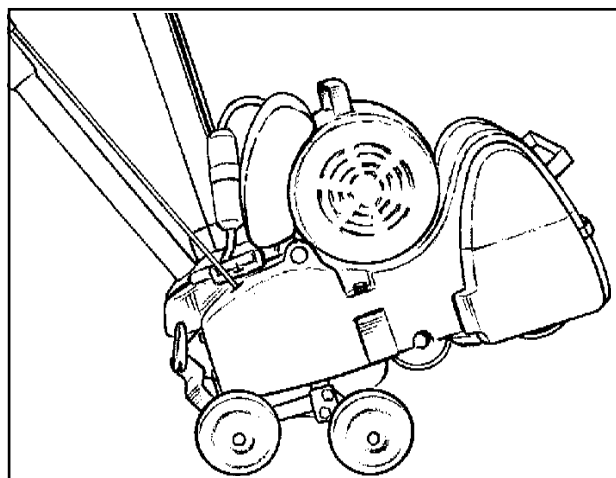

Figura 4
2. Sostenga el rodillo pulidor en su posición utilizando sus pies y permita que la máquina se incline hacia atrás y descance sobre las ruedas del rodillo pulidor. (Consulte la figura 4)